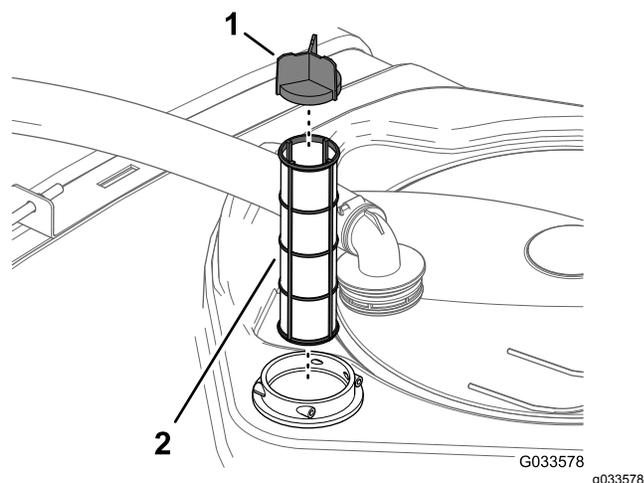

Рисунок 77
4. Извлеките сетчатый фильтр линии всасывания из его корпуса в баке (Рисунок 77).